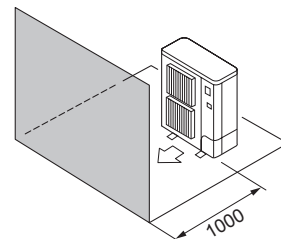

Fig. 2-9
- ④ Prekážky len spredu (Fig. 2-9)